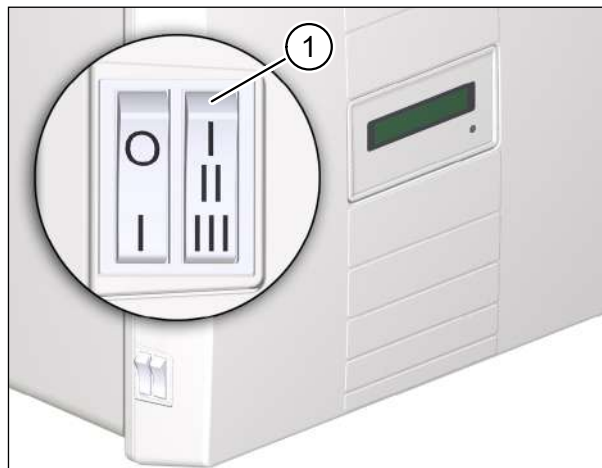

Abb. 17: Filterwechselanzeige zurücksetzen
- ▶ Wählen Sie innerhalb von drei Sekunden am Stufenschalter (Pos. 1 Abb. 17) nacheinander die Lüftungsstufen **I-II-III-II-I**. Das Lüftungsgerät piept zur Bestätigung.
- ▶ Wählen Sie, während das Gerät piept, erneut innerhalb von drei Sekunden am Stufenschalter (Pos. 1 in Abb. 17) nacheinander die Lüftungsstufen **I-II-III-II-I**. Das Lüftungsgerät piept dreimal zur Bestätigung. Die Überwachung des Zeitraums ab dem letzten Luftfilterwechsel wird neu gestartet.